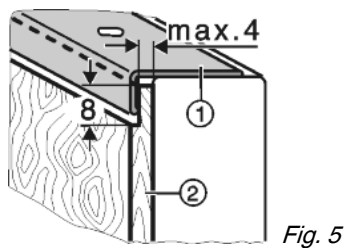

Fig. 5
- Dikkere decorplaten Fig. 5 (2) conform afbeelding dunner maken tot maximaal 4 mm dikte.